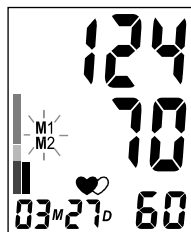

РИС.10
5. В конце измерения прибор выпустит весь воздух из манжеты, на дисплее отобразится результат измерения (рис. 10) и будет мигать M1/M2, напоминая, что для сохранения результатов нужно выбрать память 1 или 2, нажав M1 или M2 соответственно. Если в течении 3-х минут не выбрать память, результат не запоминается, а прибор автоматически переходит в режим индикации даты и времени.